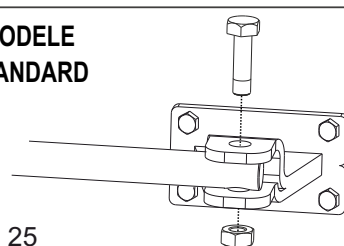

Fig. 25
- Fixer la tige chromée dans le support antérieur en serrant la vis en dotation - Fig. 25 ou Fig. 27